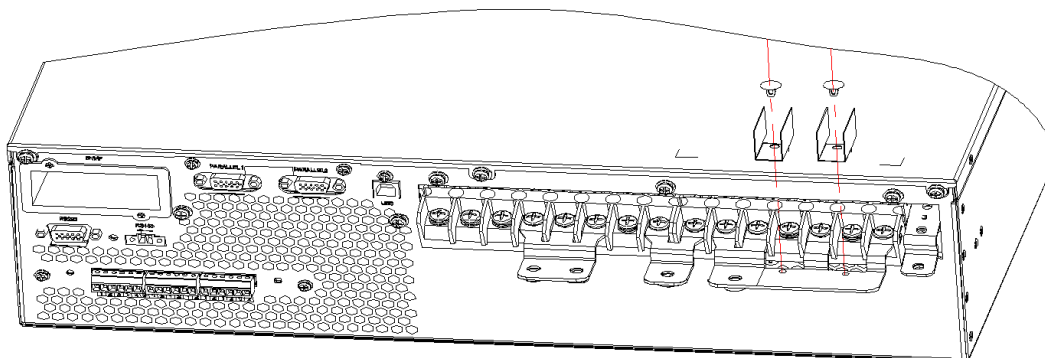
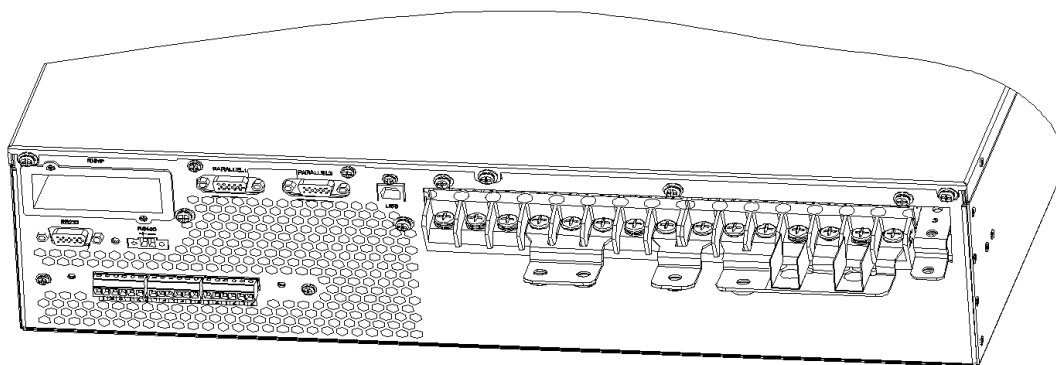

Рис. 3-16 Установка изоляционной пленки
Рис. 3-17 Фиксация изоляционной пленки
3. Установите изоляционную пленку (аксессуар) на медную перемычку No.6 (рис. 3-16), и зафиксируйте пластиковой заклепкой, как показано на рис. 3-17